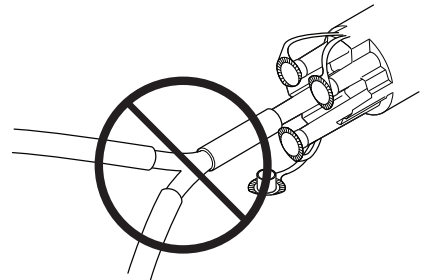

图 2 每个端口一根抽吸管线
- 不得使用Y形接头在各个端口连接不止一条抽吸管道 (图 2)。如不遵守这一规定, 可能会引起交叉污染及造成患者受伤。